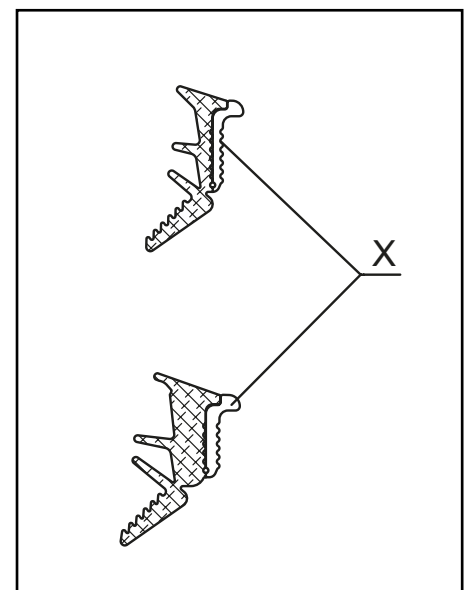

Abb. 18 / Fig. 18 / Fig. 18
- Je nach Fugenbreite Zusatzlappen X vorgängig abreißen (Abb. 18)
- En fonction de la largeur du jeu, découper précédemment la lèvre complémentaire X (Fig. 18).
- Depending on the gap width, tear off additional lip X in advance (Fig. 18)